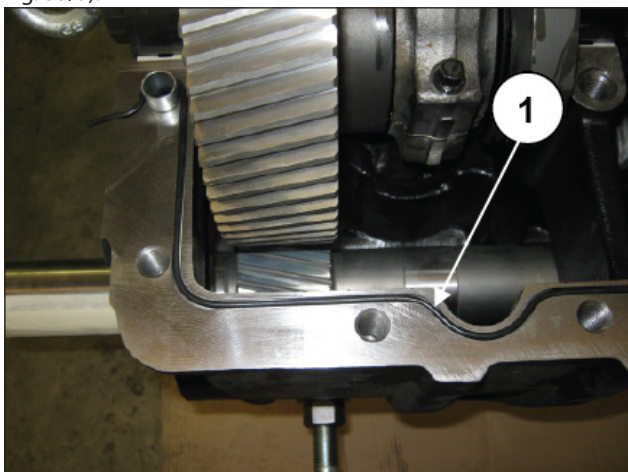

Fig. 35
Rimuovere tutte le guarnizioni O-ring dalle sedi piano carter anteriore e sostituirle qualora fosse necessario (pos. ①, Fig. 35, Fig. 35/a).